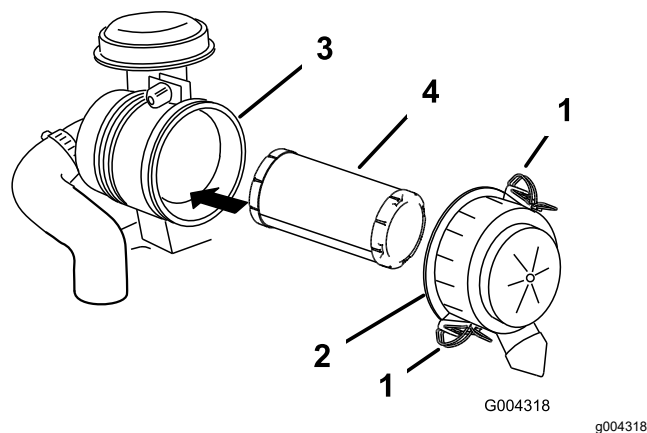

Figura 38
3. Abra los cierres del limpiador de aire y tire de la tapa de la entrada de aire para separarla del cuerpo del limpiador de aire (Figura 38).
5. Extraiga con cuidado el filtro del cuerpo del limpiador de aire (Figura 38).